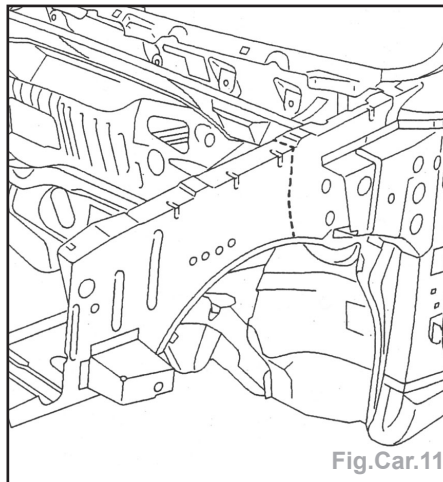

Fig.Car.11
- Poser la doublure d'aile AV partielle (Fig.Car.11).